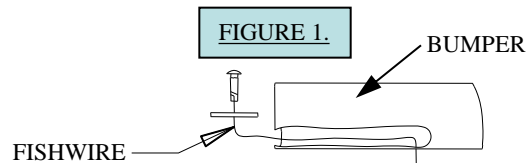

FIGURE 1.
①	Qty. (4)	7/16"-14 X 1-1/4" GRADE 5 CARRIAGE BOLT	③	Qty. (4)	7/16" CONICAL TOOTHED WASHER
②	Qty. (4)	BLOCK 1/4" X 1" X 3"	④	Qty. (4)	7/16"-14 HEX NUT
2. With the flat blade screwdriver remove and retain (2) plastic push rivets that attach lower fascia supports to vehicle.
3. Fishwire carriage bolts and blocks through ends of the bumper as shown in Figure 1.
①	Qté (4)	7/16-14 X 1.25 BOULON DE CARROSSERIE CATÉGORIE 5	③	Qté (4)	RONDELLE CONIQUE DENTÉE 7/16 PO
②	Qté (4)	BLOC 1/4 X 1 X 3	④	Qté (4)	ÉCROU 7/16-14
- À l'aide du tournevis à lame plate, enlever et conserver les deux (2) rivets en plastique qui fixent les supports de carénage intérieurs au véhicule.
- À L'AIDE D'UN FIL DE TIRAGE, FAIRE PASSER LES BOULONS DE CARROSSERIE ET LES BLOCS À TRAVERS LES EXTRÉMITÉS DU PARE-CHOCS, COMME ILLUSTRÉ À LA FIGURE 1.